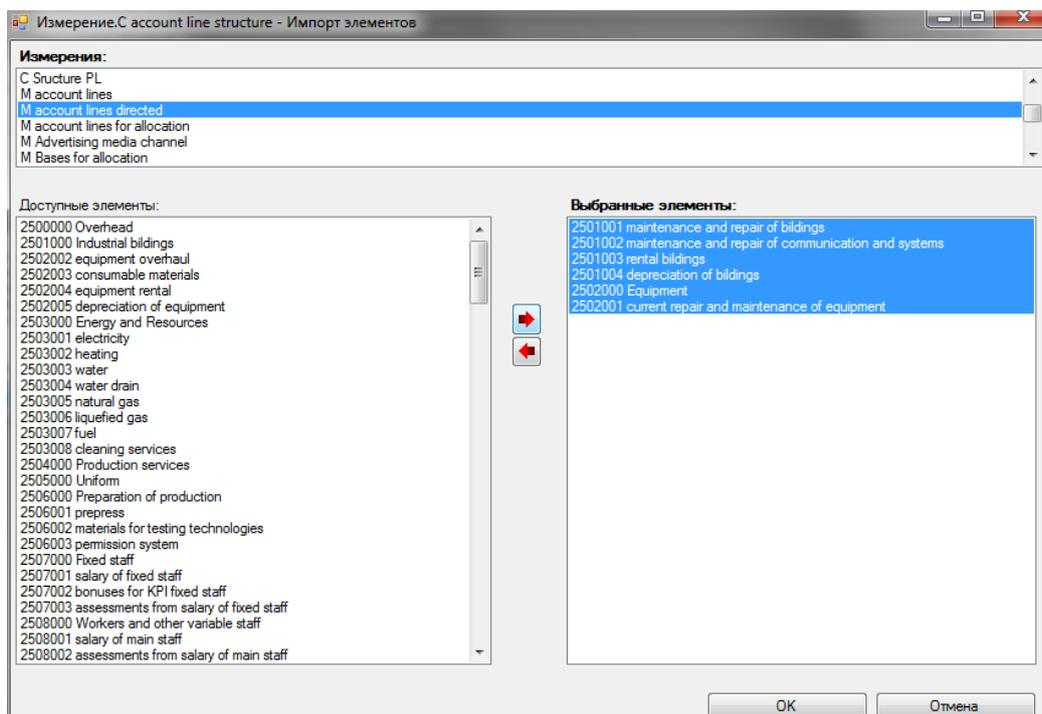

Рисунок 25. Импорт элементов из других измерений модели.
- Импорт из других измерений – открывает диалоговое окно для импорта элементов из других измерений текущей модели (рисунок 25).